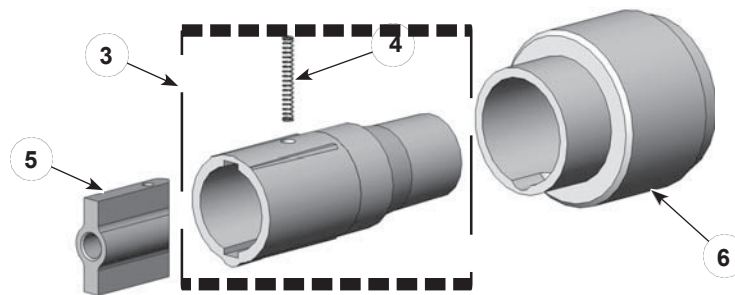

Figure 8-3 Assemblage de support d'électrode d' SD
C. Reportez-vous à la figure 8-3 et à la liste des pièces pour connaître les pièces de rechange du kit optionnel de support d'électrode SD.
Voir la figure 8-3.